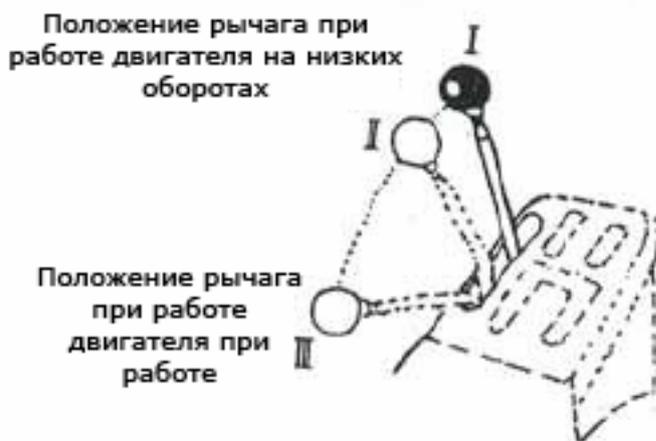

Рис. 1.4
1. Рычаг управления подачей топлива (Рис. 1-4)